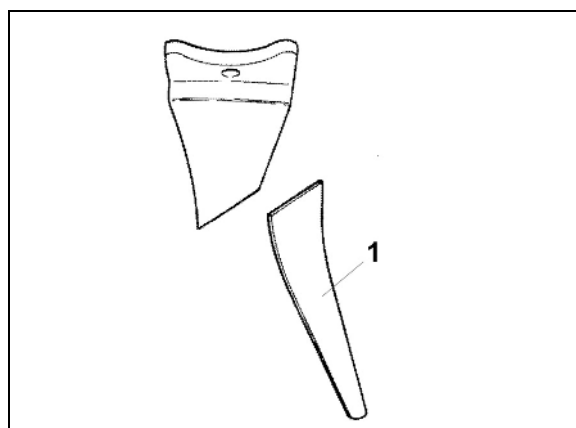

Fig. 54
Bei zunehmendem Verschleiß können die Bodenbearbeitungszinken durch Anschweißspitzen (Fig. 54/1) wieder auf Originallänge gebracht werden. Bodenbearbeitungszinken zuvor aus dem Werkzeugträger ausbauen (Seite 87).
1. Anschweißspitze (Fig. 54/1) an den alten Bodenbearbeitungszinken anhalten